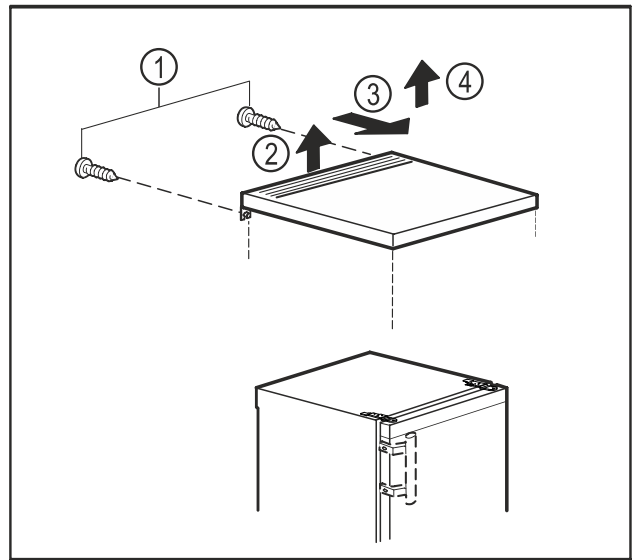

Fig. 6
- ▶ Schroeven aan de achterzijde verwijderen. Fig. 6 (1)
- ▶ Tafelblad aan de achterzijde optillen. Fig. 6 (2)
- ▶ Tafelblad omlaag schuiven. Fig. 6 (3)
- ▶ Tafelblad naar boven toe wegnemen. Fig. 6 (4)